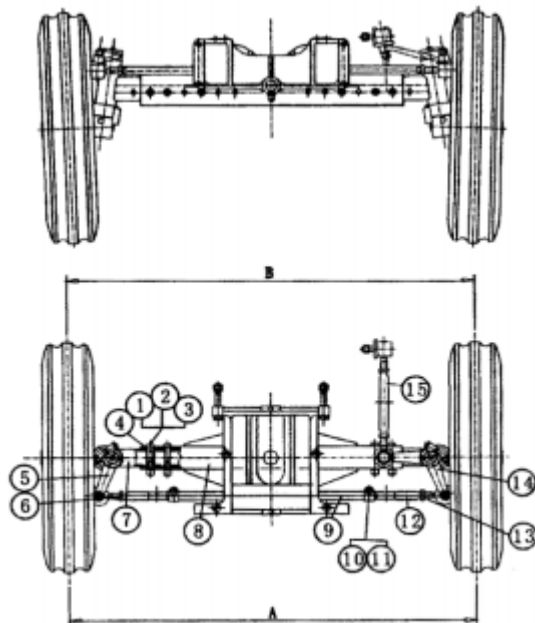

Рисунок 3-10 Передний вал
3.3.4.1 Регулировка развал-схождения передних колёс (Рисунок 3-10)